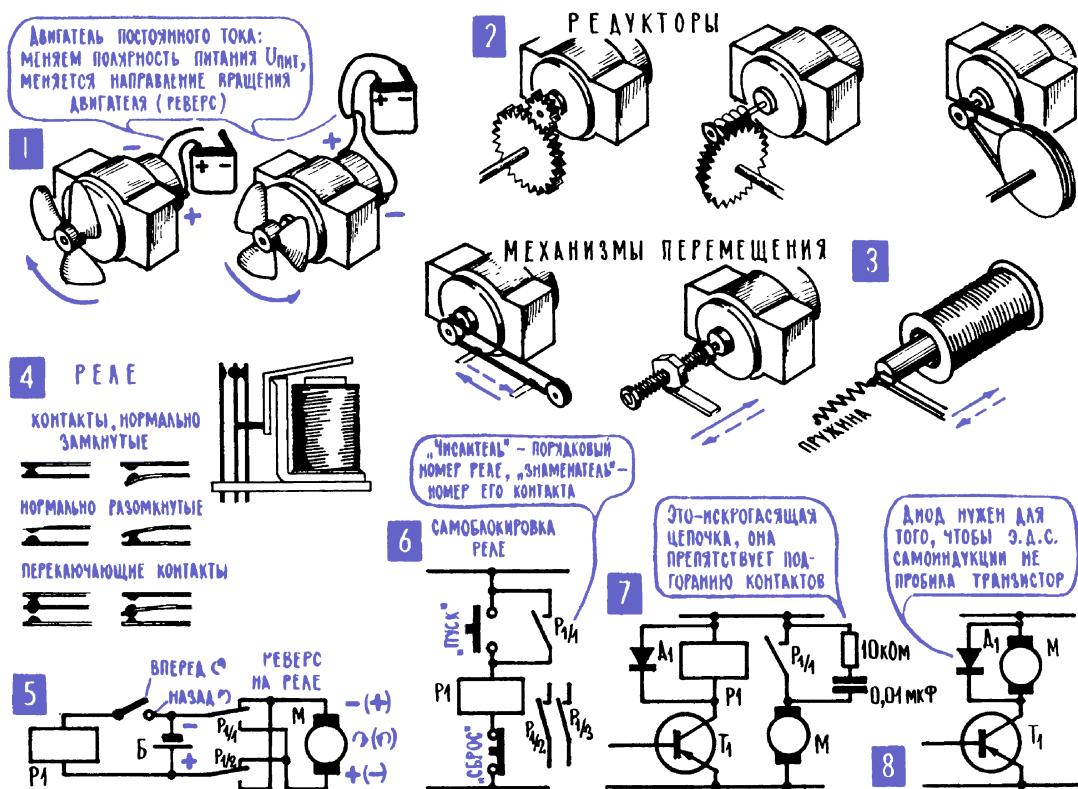

Рис. 15.2. Исполнительные механизмы и электромагнитные реле
4. **Исполнительные механизмы автоматов – двигатели, электромагниты, реле.** События во всех автоматах разворачиваются примерно по одному и тому же сценарию. Сначала собирается информация или извлекается программа из собственной памяти, или и то, и другое одновременно. Затем информация как-то преобразуется, перерабатывается, автомат принимает решение о том, что нужно делать при тех или иных сочетаниях сигналов, вырабатывает сигналы управления. И наконец, начинается само действие, само управление – по разным адресам рассылаются команды: «повернуть», «открыть», «передвинуть», «нагреть», «погасить», и, подчиняясь этим сигналам-командам, начинают действовать исполнительные механизмы и приборы (рис. 15.2): электродвигатель поднимает кабину лифта на заданный этаж; железные сердечники втягиваются в катушки с током и на заданное время открывают краны, через которые в стакан наливаются сироп и вода; включается электрический подогреватель холодильника, усиливается испарение теплоносителя, и в холодильной камере до заданного уровня понижается температура; электромагнит передвигает контакты мощных выключателей, и они сразу зажигают сотни фонарей уличного освещения.
Там, где нужно плавно регулировать работу исполнительного механизма (например, плавно менять обороты двигателя), часто используются транзисторные и ламповые усилители постоянного тока. Их главная особенность, как говорит само название, связана с тем, что сигнал управления может меняться очень медленно, и, чтобы усиливать такие очень медленно меняющиеся сигналы (их для образности называют постоянным током), из схемы исключают переходные конденсаторы (гл. 12; 11). Там, где на исполнительный механизм подаются дискретные, ступенчатые команды, такие, например, как «включить», «выключить», «сменить направление тока», в качестве усилителя сигналов чаще всего используют реле. Их существует несколько разных типов, а в радиолюбительских схемах автоматики чаще всего используются электромагнитные нейтральные реле постоянного тока³ (рис. 15.2; 4). Основа такого реле – электромагнит, катушка которого расположена на стальном сердечнике с почти замкнутой магнитной цепью. Когда по обмотке реле идет ток, то стальной якорь под действием магнитного поля притягивается к сердечнику, когда же ток прекращается, пружина отводит якорь обратно. Притягиваясь к сердечнику, якорь нажимает на пружинящие контакты и замыкает их или размыкает, в зависимости от устройства контактной группы реле.
У разных типов реле разное количество контактов. Есть контакты нормально замкнутые, при срабатывании реле они размыкаются, есть контакты нормально разомкнутые, при срабатывании реле они замыкаются, а есть и такие контактные группы, в которых происходит переключение контактов. Таким образом, реле, особенно многоконтактное, кроме того что оно усиливает сигнал, может еще и производить его определенную переработку (рис. 15.2: 5, 6) – перебрасывать ток из одной цепи в другую, направлять в общую цепь разные сигналы, распределять управляющие сигналы между разными исполнительными механизмами. Бывает так, что реле вводят в систему автоматического управления только для того, чтобы производить сложные переключения⁴, хотя, конечно, чаще используется основная профессия реле – их умение усиливать сигналы.
Когда мощности сигнала не хватает для срабатывания реле, его можно объединить с транзисторным усилителем (рис. 15.2; 7), а в некоторых случаях функции реле выполняет сам этот усилитель, работая в ключевом режиме: на входе одно из двух состояний «есть сигнал» или «нет сигнала», и на выходе соответственно «максимальный коллекторный ток» (режим насыщения) или «нет коллекторного тока» (режим отсечки). Транзистор, работающий в таком режиме, часто называют электронным реле (рис. 15.2; 8).